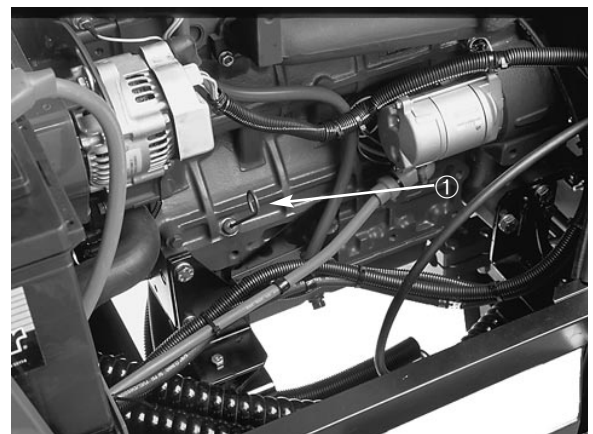

Fig. 2
3. Bruk peilepinnen (fig. 2) og undersøk oljenivået. Det skal nå opp til FULL-merket.